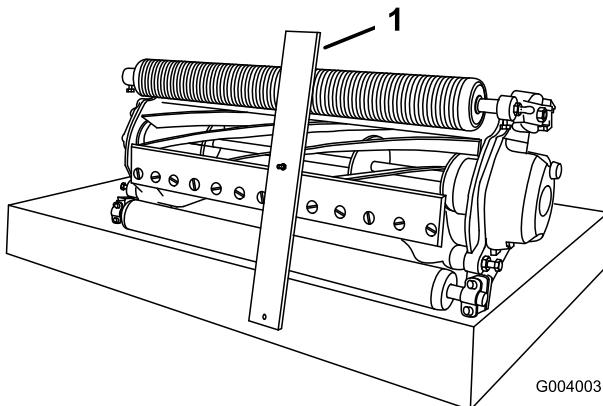

Bild 16
3. Haken Sie den Schraubenkopf an die Schnittkante des Untermessers ein, und stützen Sie das hintere Ende der Messlehre auf dem Heck der Rolle ab (Bild 16).